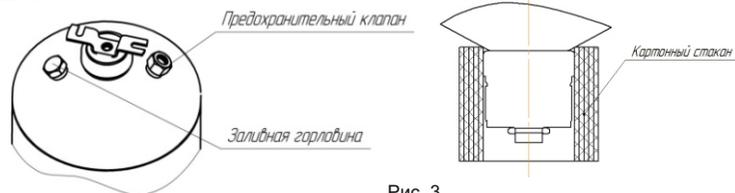

Рис. 3
5.1.2 Установить МУПТВ на специальный картонный стакан, входящий в упаковочный комплект (Рис.3)